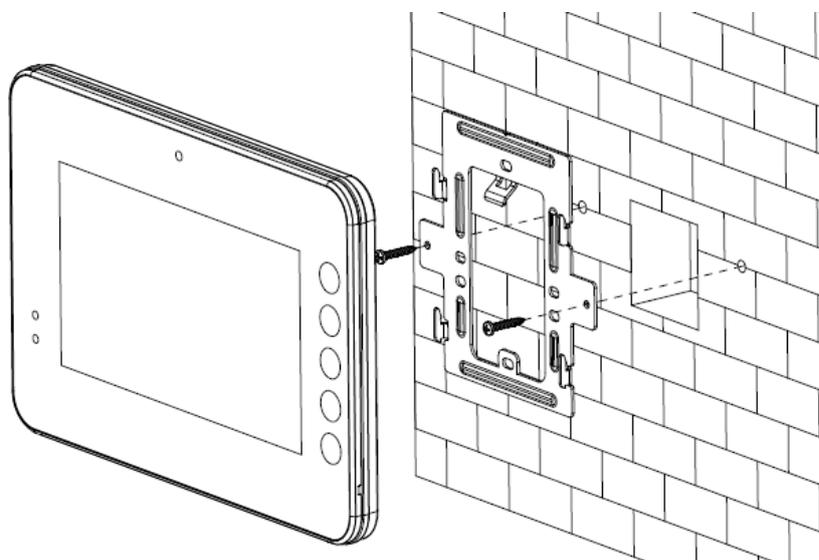

Figure 5-4
- Fixez l'appareil sur le support d'installation et faites enclencher le clip. Voir Figure 5-4.